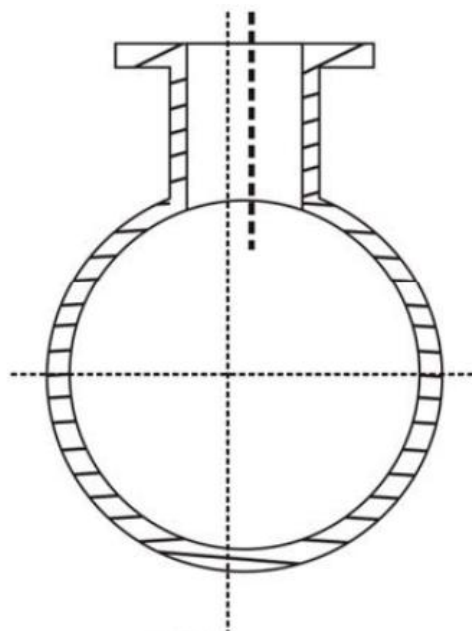

fig.2.2.1 Posição correta de montagem da base de conexão
2. Solde a base de conexão no orifício redondo do pipeline. Preste atenção à direção vertical durante a soldagem. Após a soldagem, é necessário que o eixo intercepte positivamente o eixo do pipeline, e a linha de extensão do tubo curto da flange passe pelo centro do pipeline. (Consulte a Fig. 2.2.1)